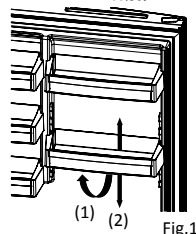

Fig.1
Ridicați partea din față a raftului (1) și mutați în sus sau în jos raftul de ușă **Raft de ușă ADAPTI-LIFT** (2) cu ambele mâini (Fig 1)